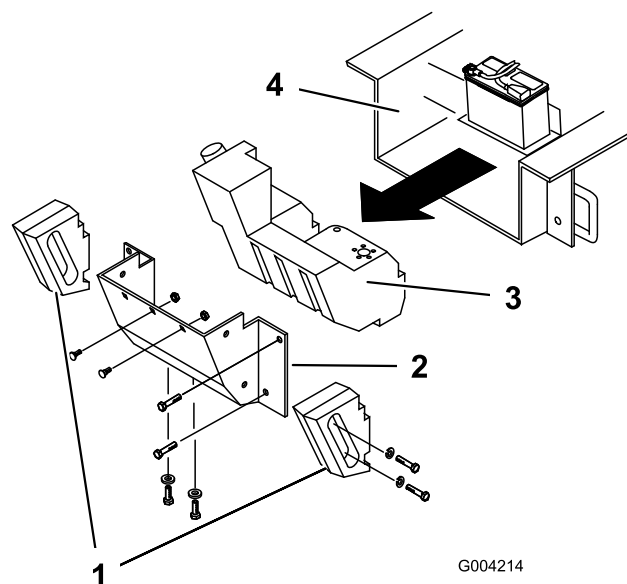

Figura 58
Con il passare del tempo, lo chassis al di sotto del motore raccoglie sporco e detriti che devono essere eliminati. A intervalli regolari, aprire il cofano e controllare l'area sottostante al motore con l'aiuto di una torcia. Quando i detriti raggiungono uno spessore di 2,5 - 5 cm, completare la procedura seguente (fare riferimento alla Figura 58 per l'intera procedura):
4. Rimuovere bulloni, rondelle e rondelle elastiche che fissano le due zavorre laterali, quindi rimuovere le zavorre (Figura 58).
7. Rimuovere i sei dadi e bulloni che fissano il pannello posteriore, quindi rimuovere il pannello (Figura 58).
10. Far scorrere all'indietro il serbatoio del carburante (Figura 58).
16. Inserire il serbatoio del carburante parzialmente nello chassis (Figura 58).
21. Rimontare il pannello posteriore e fissarlo con i sei bulloni e dadi precedentemente rimossi (Figura 58).
23. Montare le zavorre laterali con i bulloni, le rondelle e le rondelle elastiche precedentemente rimossi (Figura 58).